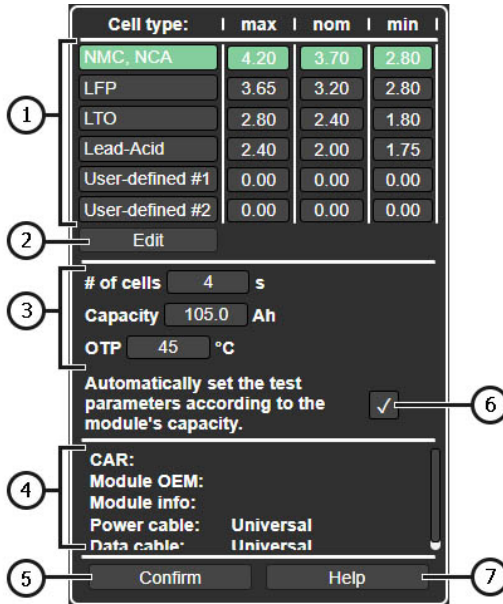

Рисунок 6.1
- 3 – Блок основних параметрів налаштування тестування батареї (див. пояснення до рис. 6.1).
Блок основних параметрів налаштування тестування батареї (див. рис. 6.1) включає наступне: